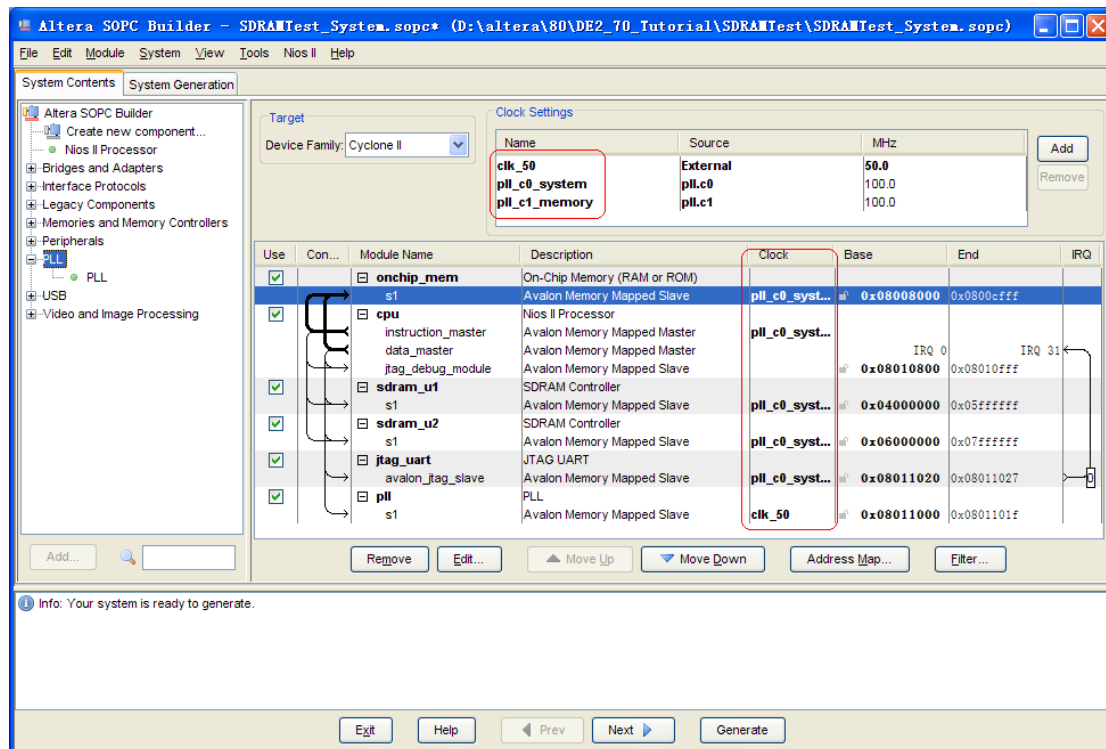

图 10-10 ALTPLL 设置第五页
15. 回到 SOPC 系统视图, 在右上方时钟视图中右击对应时钟信号选择 Rename 修改时钟名字, clk 改为 clk_50, pll.c0 改为 pll.c0_system, pll.c1 改为 pll.c1_memory, 并将除 pll 外各器件的时钟用下拉框选择系统时钟, 如图 10-10。